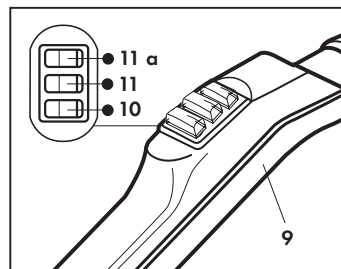

Fig. 27
- **L'accensione della spia rossa (C) indica che la caldaia è rimasta senz'acqua:** in questo caso, interviene il termostato che blocca automaticamente l'apparecchio. Procedere quindi come segue:
- b) Scaricare la pressione rimasta in caldaia tramite l'accessorio che si sta utilizzando attivando il pulsante rosso (10) presente sull' impugnatura (9) (**Fig. 27**). Nel caso si stia utilizzando il ferro da stiro, agire sul pulsante (23) (**Fig. 28**).
- f) Allentare il tappo di riempimento (E) ed attendere che la pressione si sia completamente scaricata.